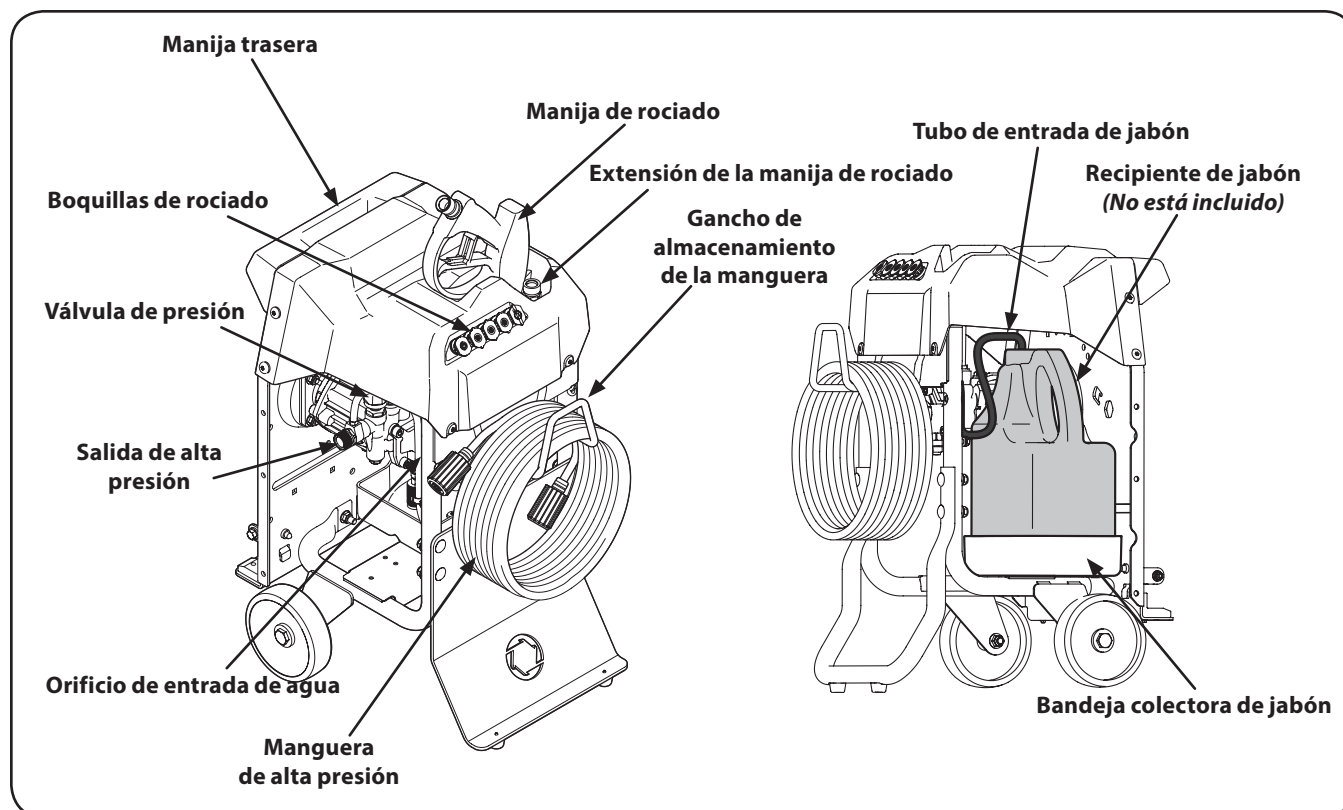

Figura 4-1
1. Ubique la extensión de la boquilla en el orificio que está en el frente, arriba a la izquierda de la bandeja de accesorios como se indica en la Figura 4-1 de la sección Controles y Características del presente manual. Sujete la extensión de la boquilla en su lugar moviéndola hacia el frente de la unidad.
- Inserte las cinco(5) boquillas de rociado multicolores en los espacios codificados por color que se suministran en la bandeja de accesorios.